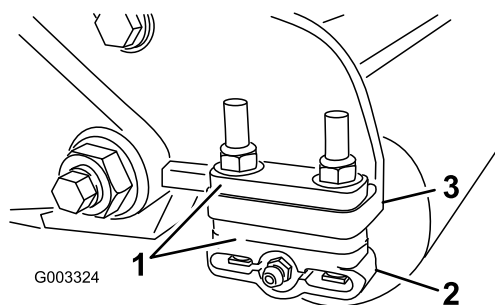

図 11
- 希望の刈高範囲に必要な数のスペーサを刈高チャートで確認し、スペーサをサイドプレートの取り付けフランジ 図 11 の下に入れて、後ローラのブラケットの位置を正しくセットする 図 11。